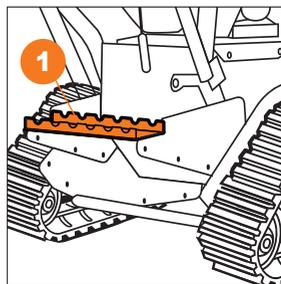

Рис. 43
Гусеничные снегоуборочные машины оборудованы системой регулировки положения ковша. Нажмите педаль ①, наклоните вперед или назад рукоятки управления и выберите один из трех режимов в зависимости от условий работы (Рис. 43).